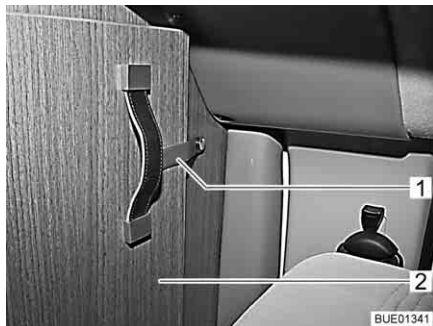

Bild 48 Sicherungsband
- Sicherheitsband (Bild 48,1) vom klappbaren Teil der Fahrerhausabtrennung (Bild 48,2) lösen.